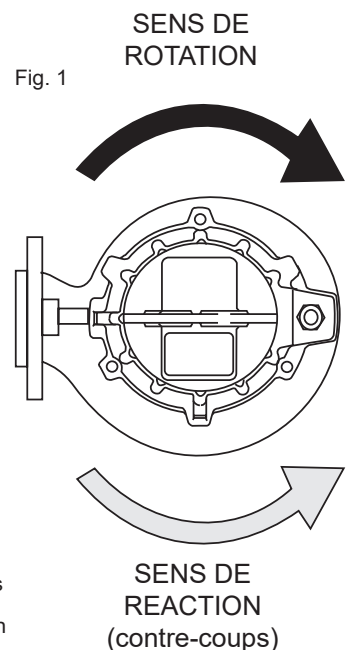

Fig. 1
3. Raccorder les câbles d'alimentation à l'armoire de commande (voir par. 15). Les bornes du câble d'alimentation portent la marque des sigles internationaux IEC, leur connexion correcte à la ligne L1(u), L2(v), L3(w) détermine le sens de rotation correct de l'électropompe. Si le groupe installé est visible lors du démarrage, il subira un contrecoup dans le sens inverse des aiguilles d'une montre (Cf. Fig. 1). Pour inverser le sens de rotation, inverser deux phases entre-elles.